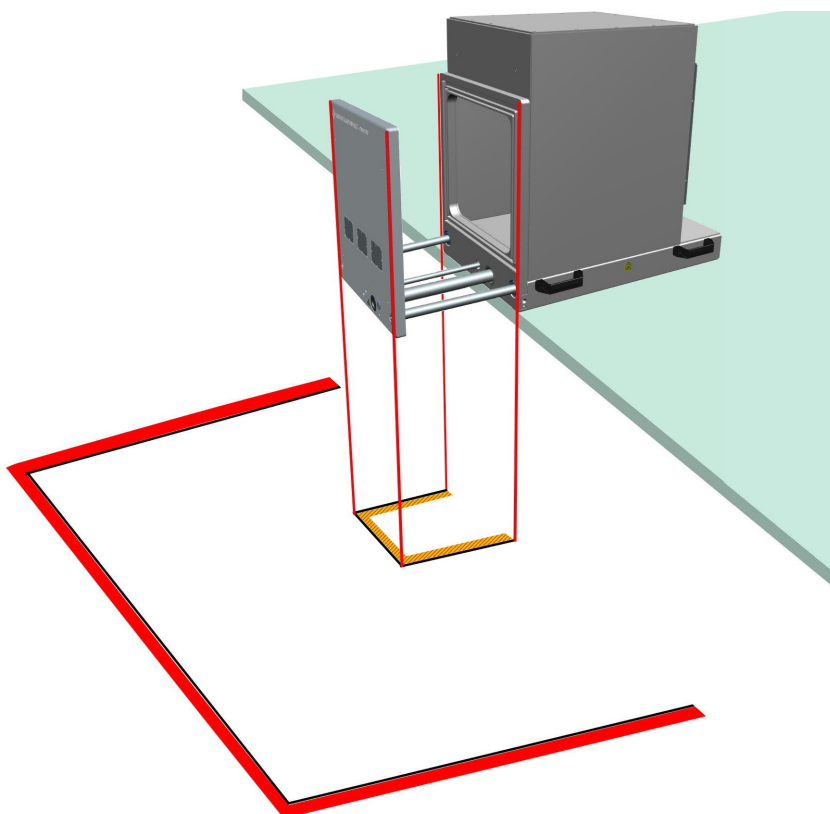

Figura 6-7: Zonas de acceso restringido marcadas en el suelo
5. Marque la zona de la puerta en el suelo debajo de la puerta abierta de la cámara, como se muestra en figura 6-7.
8. Marque la zona de trabajo en el suelo a una distancia de 1 m fuera de la *zona de la puerta*. Véase el figura 6-7.